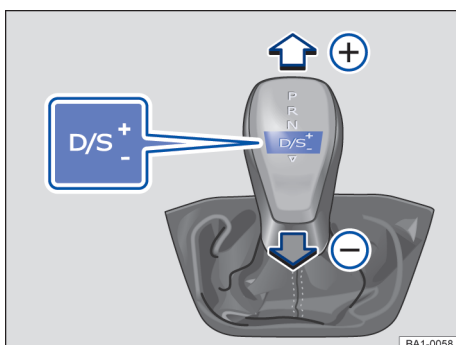

Fig. 94 Palanca selectora en la posición Tiptronic.
- Mover la palanca selectora hacia adelante (+) o para atrás (-), para aumentar o disminuir la marcha → fig. 94.